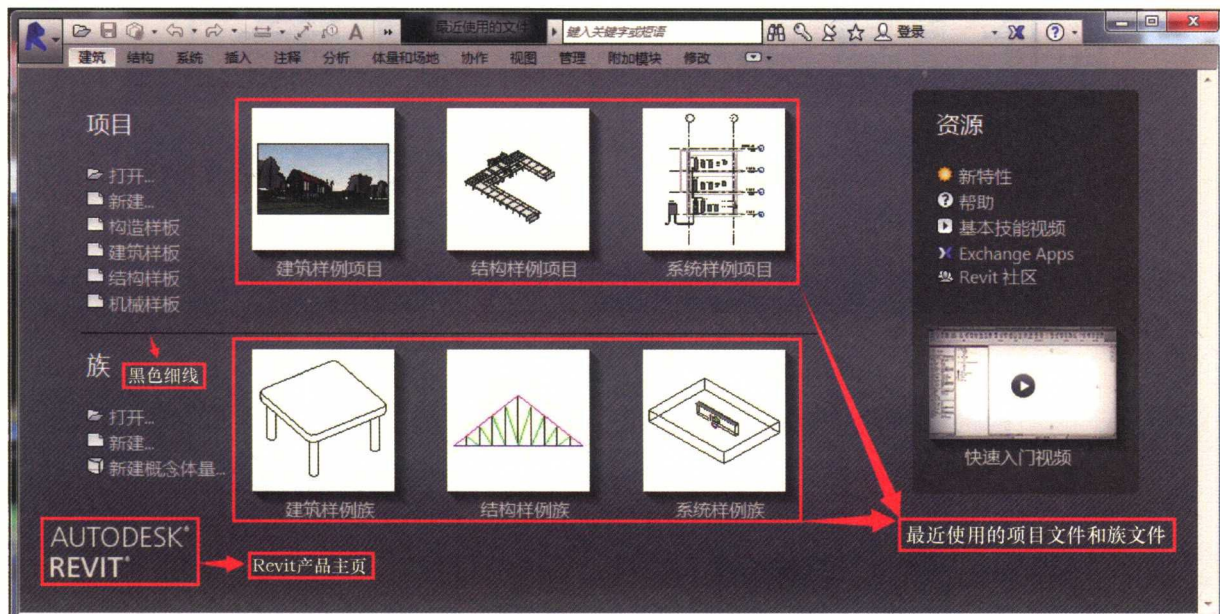

图 2-1
1) 打开 Revit 软件, 出现如图 2-1 所示的初始界面。界面中间黑色细线的上部为项目区域, 下部为族区域, 红色方框内显示的是最近使用过的文件缩略图, 界面左下角是关于当前版本 Revit 产品主页的链接, 光标靠近以后会显示提示信息“Revit 产品主页”。